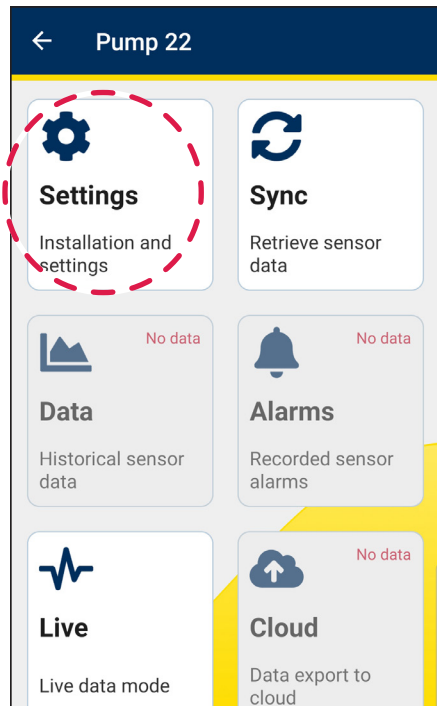

Abbildung 9
1. Wählen Sie **Einstellungen** aus (siehe Abbildung 9).